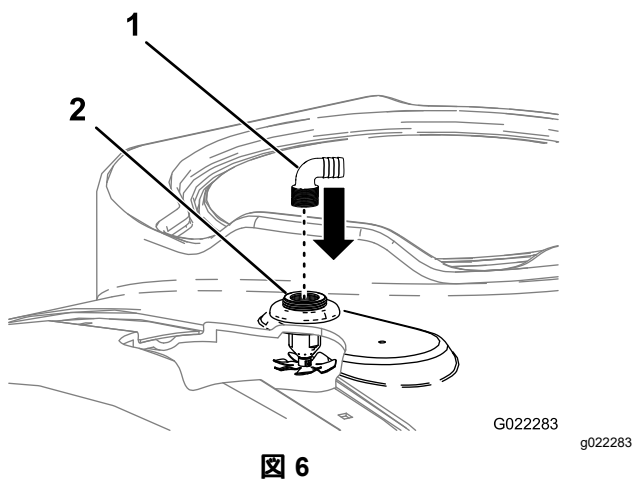

図 6
4. すすぎノズル・バルクヘッドの、ねじ切りされている開口部にすすぎノズル・ホースバーブ2個を取り付ける 図 6。